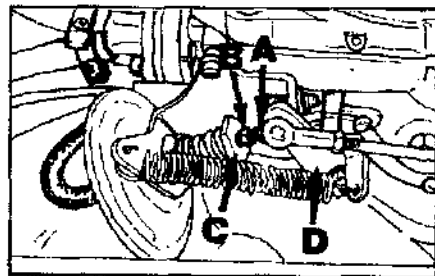

Рис.4 Регулировка вакуумного управителя.
- Если необходимо, то регулировка проводится вращением винта (А), как показано на рис.4. При этом необходимо придерживать стержень диафрагмы, недопуская его вращения. После регулировки регулировочный винт закрепить контргайкой (В).
- При работающем двигателе на холостых оборотах замерить зазор между концом регулировочного винта (А) и рычагом дроссельной заслонки (D) (Рис.4). Этот зазор приблизительно должен равняться 1мм.
в) При повороте рулевого колеса и при включенном кондиционере двигатель должен работать устойчиво без перебоев, а при необходимости подрегулировать гайкой (С) (Рис.4).